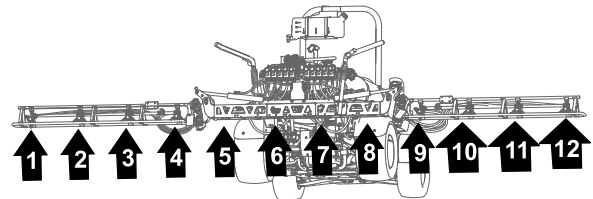
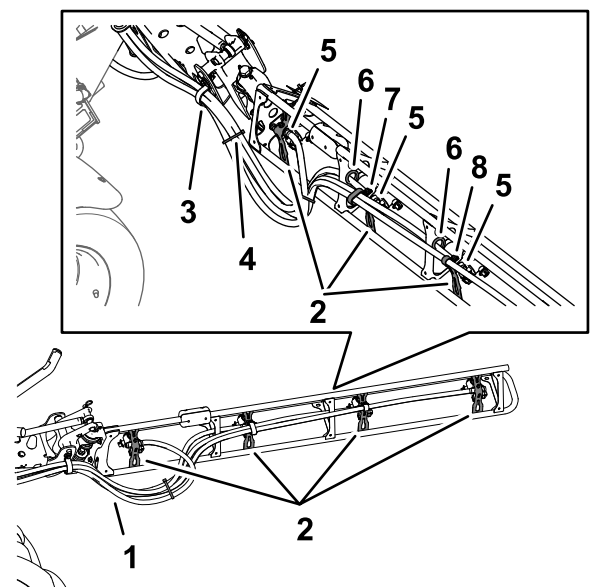

Figure 129
Figure 130
1. Faites passer les flexibles des buses de pulvérisation 1, 2, 3 et 4 dans le collier en R sur l'extrémité extérieure gauche de la section de pulvérisation centrale (Figure 129 et Figure 130).
2. Faites passer les flexibles des buses de pulvérisation 7, 8, 9 et 10 dans le collier en R sur l'extrémité extérieure droite de la section de pulvérisation centrale (Figure 129 et Figure 130).
de la section de pulvérisation vers les buses de pulvérisation 1 et 10, comme montré à la Figure 129 et la Figure 130.
4. Acheminez les flexibles d'alimentation de 234 cm et les anneaux cannelés (3/4") le long de la section de pulvérisation vers les buses de pulvérisation 2 et 9, comme montré à la Figure 129 et la Figure 130.
5. Acheminez les flexibles d'alimentation de 188 cm et les anneaux cannelés (3/4") le long de la section de pulvérisation vers les buses de pulvérisation 3 et 8, comme montré à la Figure 129 et la Figure 130.
6. Acheminez les flexibles d'alimentation de 188 cm et les anneaux cannelés (3/4") le long de la section de pulvérisation vers les buses de pulvérisation 4 et 7, comme montré à la Figure 129 et la Figure 130.
7. Attachez les 4 flexibles des buses de pulvérisation ensemble avec un serre-câble, comme montré à la Figure 130.